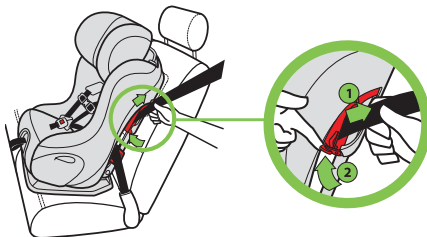

Figura 98
- Si utiliza un cinturón de regazo y hombro: Mientras mantiene apretado el cinturón del vehículo, cierre el broche del cinturón para la posición viendo hacia adelante, como se muestra en la **figura 98**.